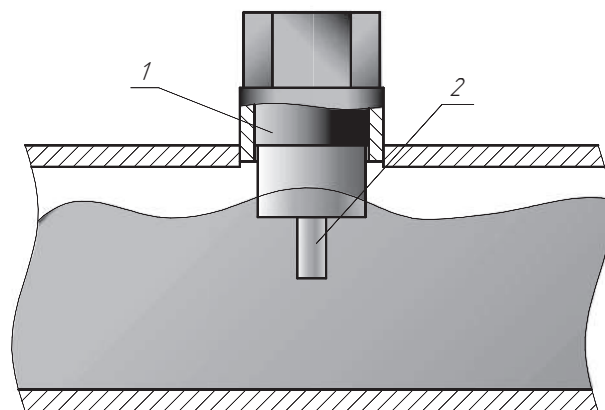

Рисунок 2. Принцип работы
Принцип работы индикатора потока (1) (рис. 2) основан на зависимости теплоотдачи нагревательного элемента от скорости движения потока, охлаждающего его.
Датчик температуры с нагревательным элементом совмещены с датчиком температуры электрода в одном корпусе (2) (рис. 2).